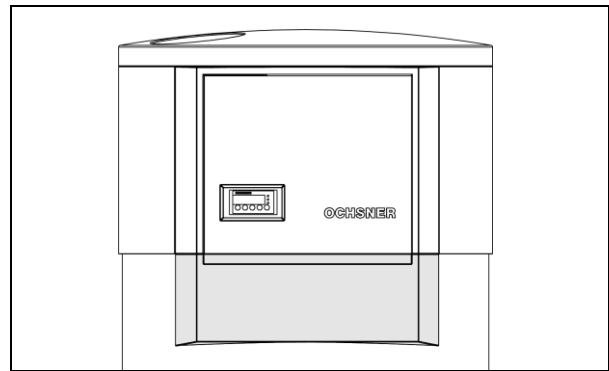

Abbildung 5: Frontpanel (grau)
- Das Frontpanel (Abbildung 5) mit beiden Händen links und rechts ergreifen.